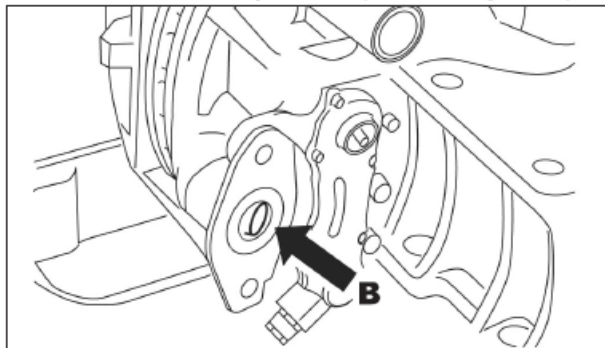

Figure 13 : Installation du frein à ressort
16. Assurez-vous que le montage du récepteur de freinage à ressort est propre et exempt de tout débris. Voir la **figure 13, élément B**.